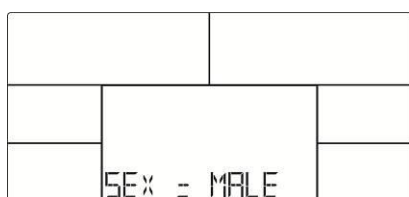

Fig.21
2. Konsollet vil be brukeren om å skrive inn informasjon om kjønn (SEX) (Fig.21), alder (AGE), høyde (HEIGHT), vekt (WEIGHT), og deretter påbegynne avmålingen.